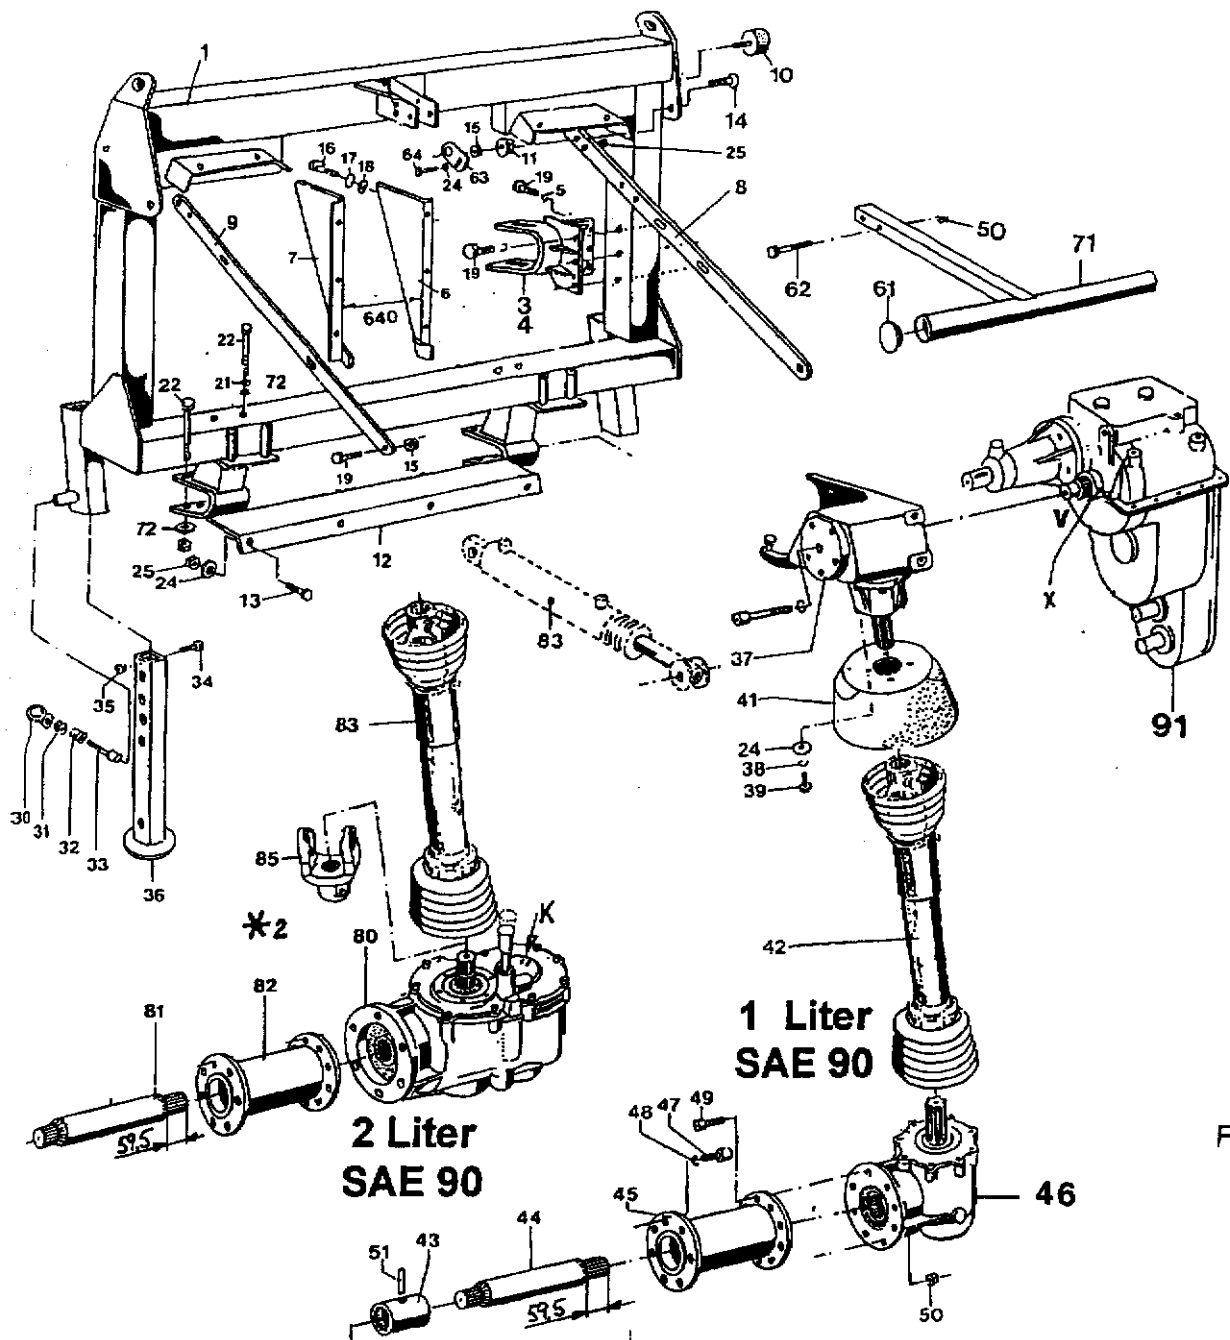

Fig. 41
A La boîte de vitesse (91), fig. 41 doit être équipée d'un arbre de commande V allongé. Cet arbre est nécessaire pour le raccordement du renvoi d'angle (37). Un jeu de modification peut être commandé aux établissements Mengele. Il se compose d'un arbre plus long, d'un certain nombre de pignons droits, d'un bloc de pignons, de ressorts tendeurs, etc. ou d'une boîte de vitesse de rechange.